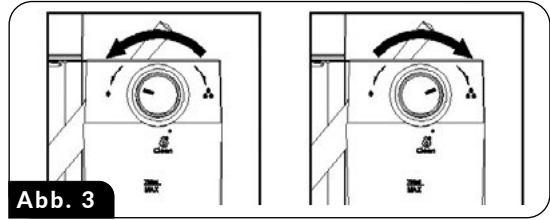

Abb. 3
**WICHTIG!** Bevor Sie den CAPPUCINO-Kaffee zubereiten, stellen Sie die Menge der aufgeschäumten Milch nach Ihren Wünschen ein, indem Sie den Dosierknopf (23) nach links für mehr Schaum oder nach rechts für weniger Schaum drehen (Abb. 3). Sie können auch die Intensität des Schaums während des Aufschäumens einstellen.
**WICHTIG!** Bevor Sie Ihren LATTE-Kaffee zubereiten, stellen Sie die Menge an aufgeschäumter Milch nach Ihren Wünschen ein, indem Sie den Dosierknopf (23) nach links drehen, um mehr Schaum zu erhalten, oder nach rechts, um die Schaummenge zu reduzieren (Abb.3). Sie können auch die Intensität des Schaums während des Aufschäumens einstellen.
1. Setzen Sie den ausgewählten Filter (13) in die Kanne (10) ein, füllen Sie ihn mit Kaffee und setzen Sie die Kanne in die Kaffeemaschine ein.
2. Vergewissern Sie sich, dass sich die richtige Menge Wasser im Wassertank (15) und die richtige Menge Milch im Milchtank (19) befindet.